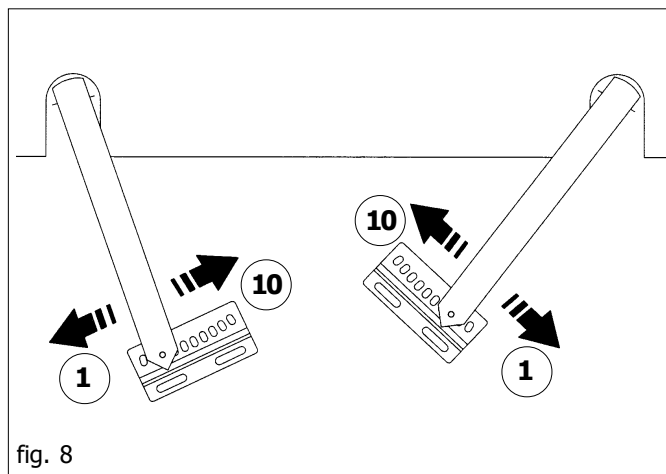
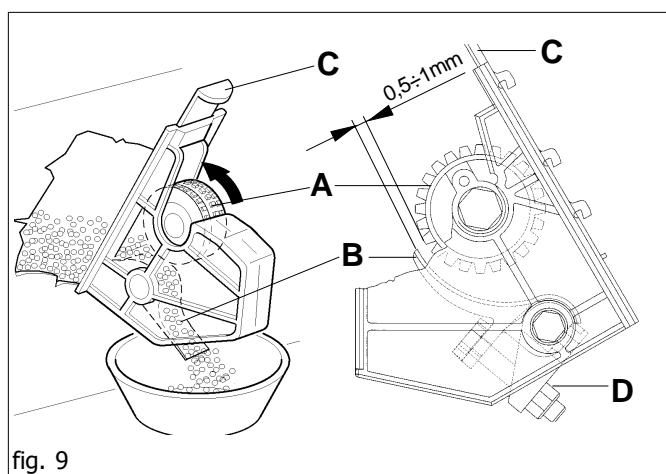
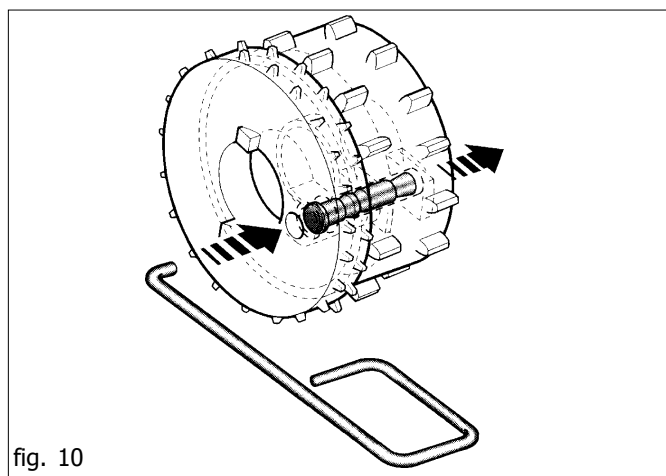
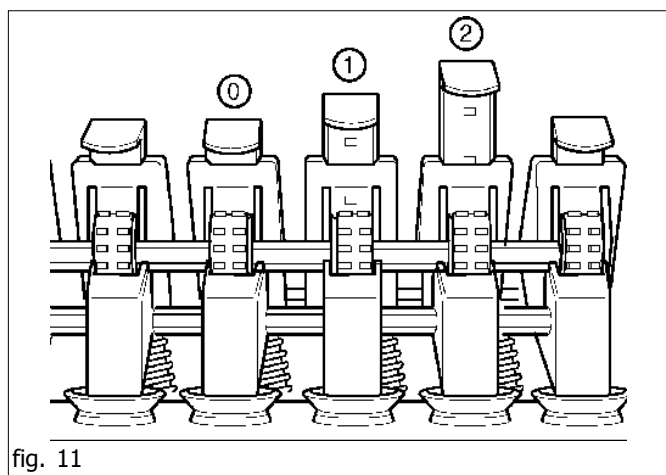

fig. 8
fig. 9
fig. 10
fig. 11
La leva di regolazione dei tastatori (Fig.8) è posizionata sul lato sinistro della macchina e agisce su una scala graduata da 1 a 10 posizioni. In relazione al tipo di seme utilizzato, è necessario posizionare la leva in base al numero rilevato dalla tabella di semina. I tastatori (B Fig. 9) correttamente posizionati assicurano una distribuzione fluida e costante dei semi.
Per ottenere una distribuzione ottimale del seme verificare periodicamente la posizione dei tastatori (B): la leva (Fig. 8) in posizione 1, con il dado (D), regolare la distanza tra il tastatore e il rullo distributore (A) a $0,5 \div 1$ mm (Fig.9).
In base al tipo di semente è necessario prima di iniziare la semina scegliere il tipo di rullo distributore più adatto (A Fig. 9). La macchina è predisposta con i rulli per semi normali e grandi. Per la semina di semi piccoli è necessario utilizzare il settore del rullo distributore a denti piccoli. Per la selezione del rullo a denti piccoli è necessario inserire la chiave in dotazione (Fig.10) nel foro sul lato sinistro del rullo e spingere all'esterno il fermo di trascinamento. Per riportare il rullo in posizione iniziale fare l'operazione inversa.
Le lamine di chiusura bocchette (C Fig.9) di uscita del seme dalla tramoggia, hanno **tre posizioni di regolazione** (Fig.11):
- per grandi quantità è consigliabile utilizzare la manovella sul cambio per ruotare l'asse agitatore, controllando così la quantità in scarico sulle vaschette; per le piccole quantità da scaricare, spostare la leva del dosatore oltre la posizione 10 (Fig. 8).